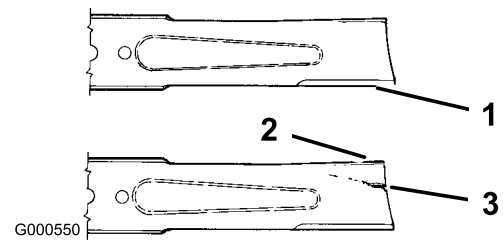

Figure 34
1. Examinez le tranchant des lames (Figure 34). Si elles ne sont pas tranchantes ou si elles présentent des indentations, déposez et affûtez les lames (voir Affûtage des lames).
2. Inspectez les lames, surtout la partie incurvée (Figure 34). Remplacez immédiatement toute lame endommagée, usée ou qui présente une entaille (repère 3 de la Figure 34).